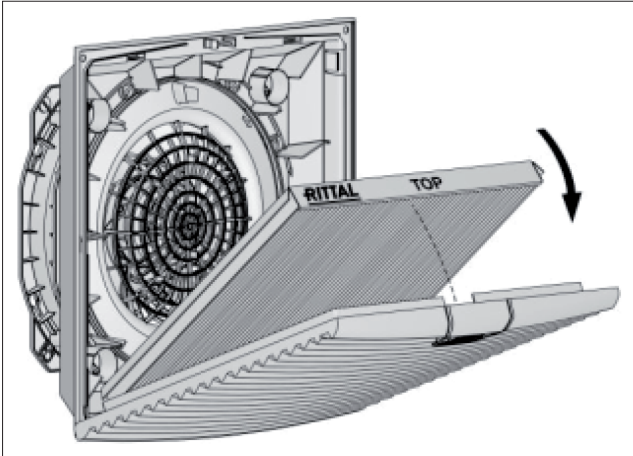

Abb. 7: Faltenfilter IP 54 einbauen
- Legen Sie den Faltenfilter in das Lamellengitter ein. Der Schriftzug „Top“ kennzeichnet die Einlegerichtung (siehe Abb. 7).